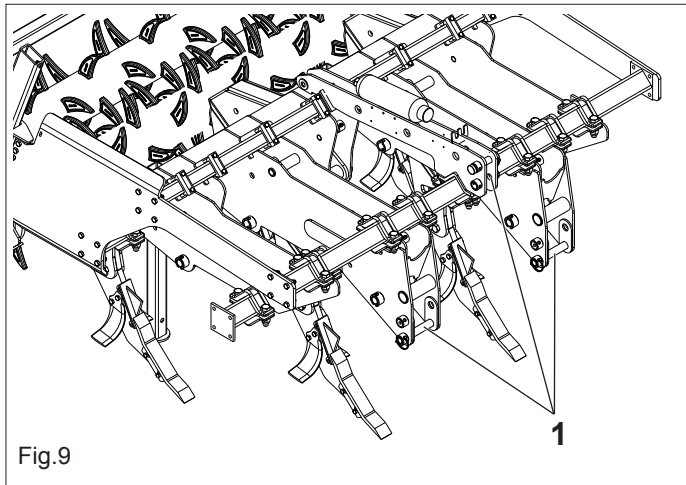

Fig.9
- 1) Accrocher les barres de l'élévateur aux pivots prévus à cet effet (1 Fig.9). Bloquer par les goupilles à encliquetage.